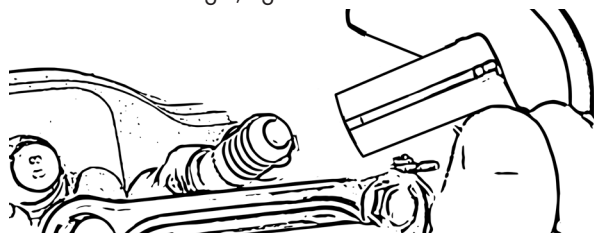

Figure 32
- Emboîtez l'ensemble sur la bougie, fig.32.